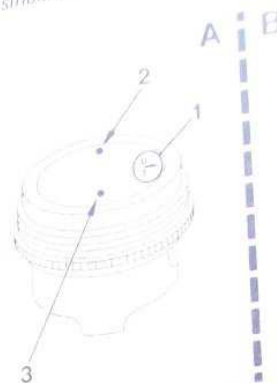

FIG. 9
Pistons en alliage léger à tête légèrement creusé et comportant 3 segments. Les pistons sont disponibles en 3 classes repérées par les lettres A, B et C frappées sur la tête du piston (Fig.9). Un autre repère est également frappé sur la tête du piston. Il indique l'appariement avec l'axe.
À la repose, orienter la flèche gravée sur la tête du piston vers la distribution (Fig.9).
- 1 segment coup de feu avec profil bombé (4) (Fig.9).
- 1 segment d'étanchéité avec profil conique en "bec d'aigle" (5).
- 1 segment racleur avec expandeur (6).